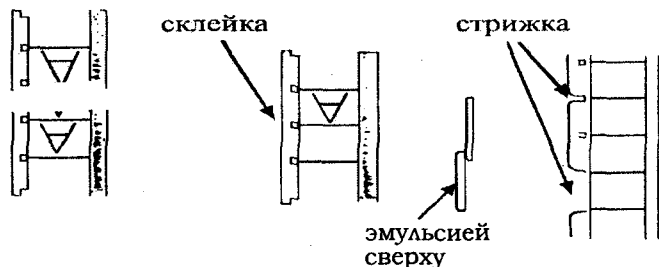

Рис. 2.3. Стрижка фильма
Стрижка фильма – это закругление острых, порванных краев перфораций в целях беспрепятственного прохождения фильма в лентопротяжном тракте (рис. 2.3).
7) на зачищенный участок накладывают край правого обрезанного куска фильма (рис. 2.3) перфорациями на два правых зуба и закрывают правый прижим;